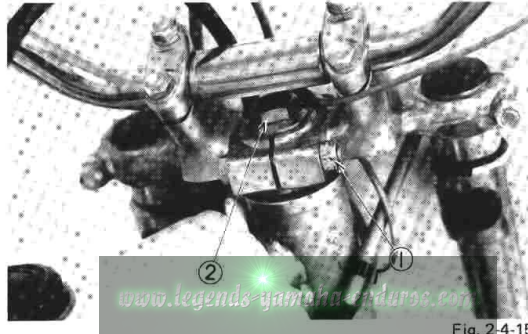

Fig. 2-4-15
c. If steering head needs adjustment, loosen crown pinch bolt and steering fitting bolt. (Fig. 2-4-15)
c. Si la tête de direction a besoin d'un réglage, desserrez le boulon de serrage de la couronne et le boulon de fixation de la direction. (Fig. 2-4-15)